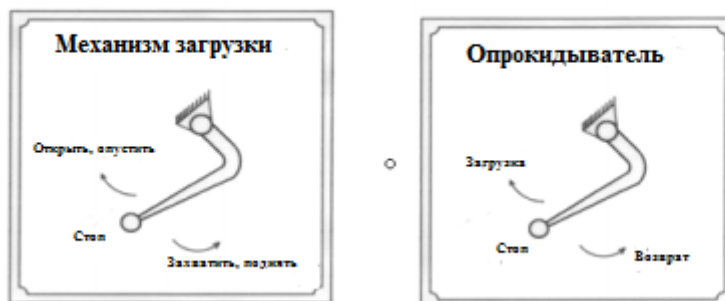

Рис.9 Схема управления приемным ковшом и опрокидывателем
Переключением рычага с правой стороны уплотнительного отсека мусоровоза (как изображено на рис.9), можно осуществлять операции по открытию заднего борта, опусканию ковша, захвату мусора подающей плитой, подъему ковша.
1. *В режиме ручного управления:* переключить рычаг с правой стороны уплотнительного отсека мусоровоза (как изображено на рис.9), перевести рычаг по направлению внутрь, механизм подъема контейнеров начнет подниматься. Перевести рычаг по направлению наружу, механизм подъема контейнеров начнет опускаться (примечание: для ускорения процесса можно нажать на переключатель «ускорение»).